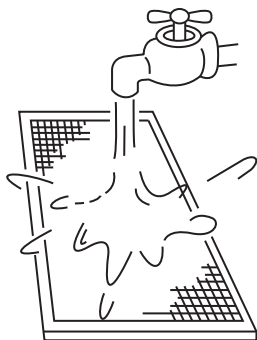

fig. 9-4
- El lado del paso de aire debe estar orientado hacia abajo si se usa agua (véase la *fig. 9-4*).